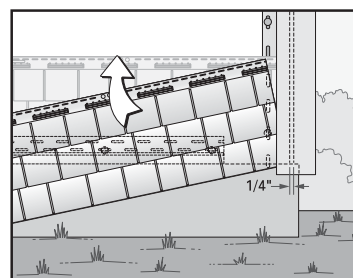

figura 3
2) Empezando en el lado derecho de la pared, enganche el soporte inferior de aseguramiento del panel en el listón de inicio y deslice el panel en el poste esquinero o en el canal receptor (figura 3). Para la expansión, deje un espacio de 6.5 mm (1/4 pulg.) entre el panel y la esquina. Si está